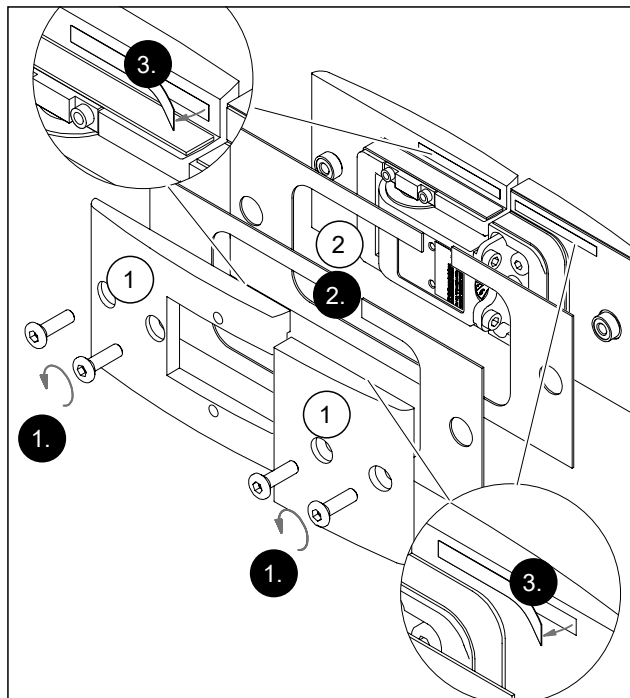

Рис. 28 Подготовка маятниковой петли
1. Открутите противоположные пластины (Рис. 28/1).
2. Выберите соответствующие уплотнители (Рис. 28/2) в зависимости от толщины стекла (см. главу 4.2).